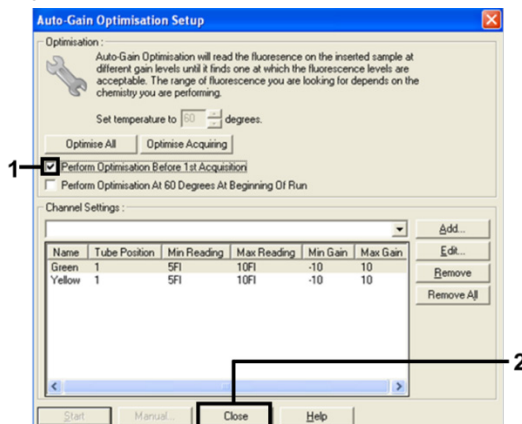

Figura 12. Selezione dei canali verde e giallo.
14. Selezionare la casella Perform Optimisation before 1st Acquisition (Esegui ottimizzazione prima della 1a acquisizione), quindi fare clic su Close (Chiudi) per tornare alla procedura guidata (Figura 12).